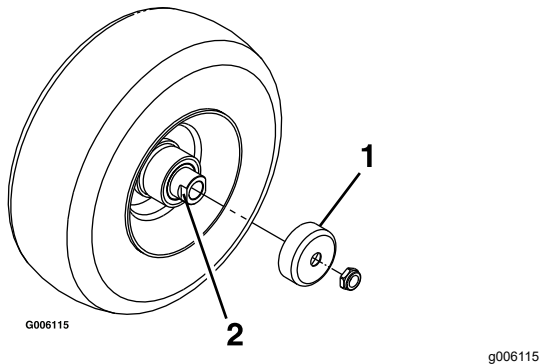

Figura 35
4. Retire los protectores de los retenes del buje de la rueda (Figura 35).